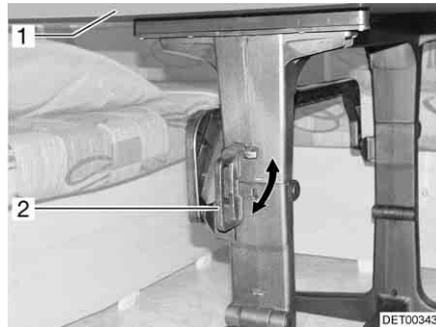

Bild 73 Schwenktisch
- Den Griff (Bild 73,2) in die waagrechte Position drehen.
- Die Tischplatte (Bild 73,1) in einem Bogen nach unten schwenken.